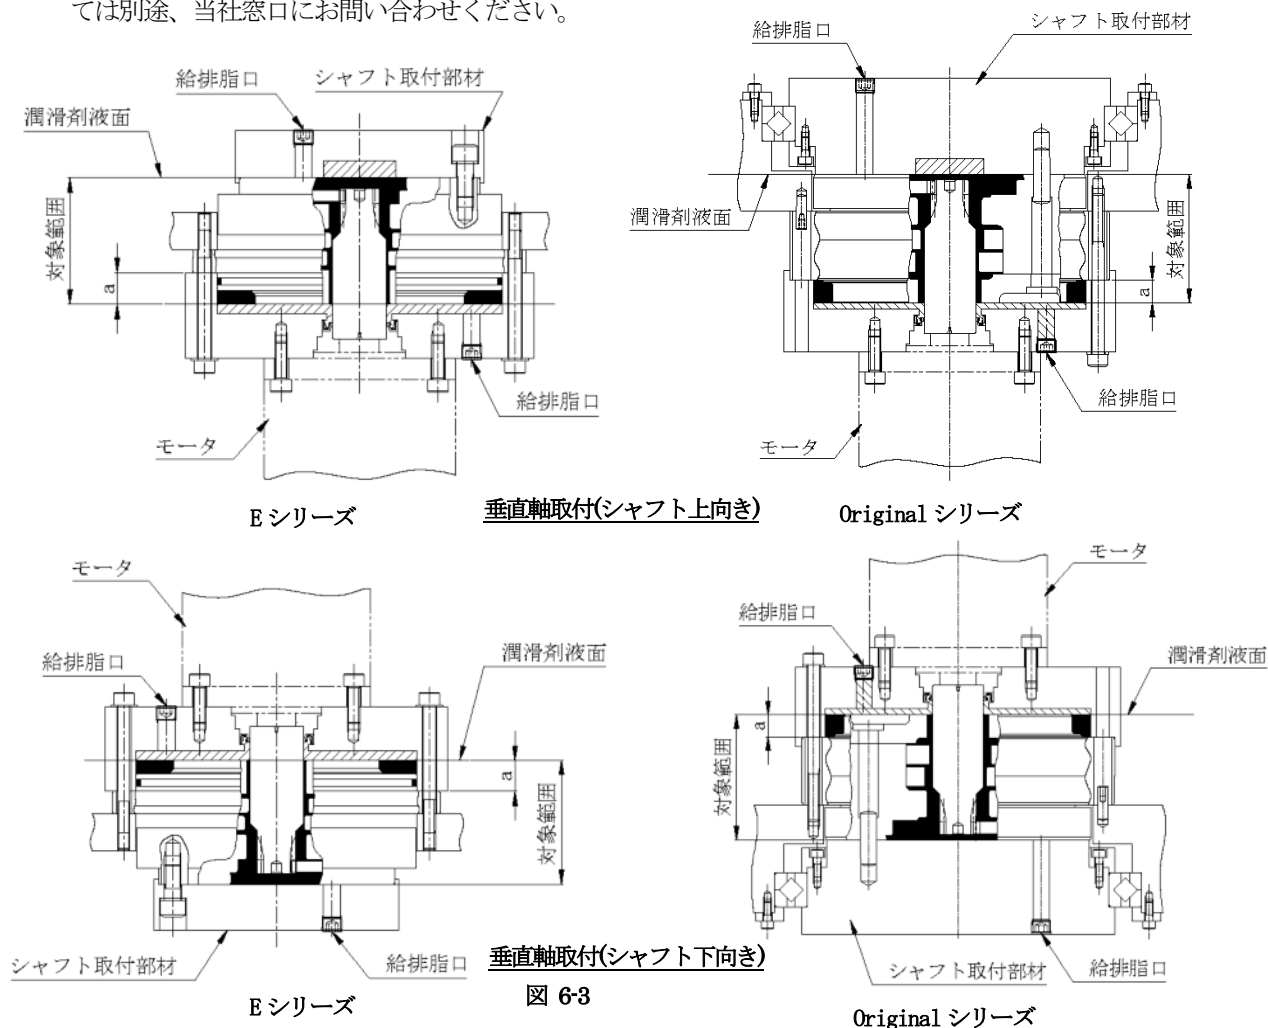

図 6-3
図 6-3 に減速機を垂直軸取付する場合の、減速機内の必要封入量と対象範囲(図の  領域)を示します。モータ取付側の空間(図の  領域)は含んでおりませんので、空間がある場合はその空間部にも充填してください。ただし、減速機内の空間容積( 領域)とモータ取付側の空間( 領域)を合わせた全容積に対し、10%程度の空間を確保してください。尚、カタログ外製品の封入量については別途、当社窓口にお問い合わせください。
- 図 6-3、図 6-4 はご注文の内容により、減速機の形状がイラストと異なる場合があります。形状についてはカタログ及び、個別に提出している外形寸法図及び納入仕様書を参照願います。